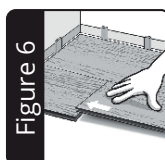
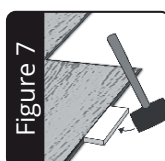

Figure 6
Figure 7
6. Rasten Sie das Paneel dann eng an der ersten Reihe (lange Seite) mit einem Einbringwinkel von 10-20 Grad ein. Das zweite Paneel verbinden Sie durch Einrasten an der langen Seite und anschliessendes Schieben zur kurzen Seite des ersten Paneels. Üben Sie dann einfach einen leichten Druck aus. Siehe Abbildung 6. Verwenden Sie gegebenenfalls auch einen Schlagklotz und einen Gummihammer an den langen Seiten um sicherzustellen, dass die Paneele eng miteinander verbunden sind. Siehe Abbildung 7.
6. Attach the plank tightly against the first row (long side) again at a 10-20 degree angle. Then attach the second plank by connecting the long side to the first row and sliding it up to the short end of the first plank. Then simply drop and press. See Figure 6. If necessary, use a tapping block and mallet on the long seams to ensure a nice tight fit. See Figure 7.